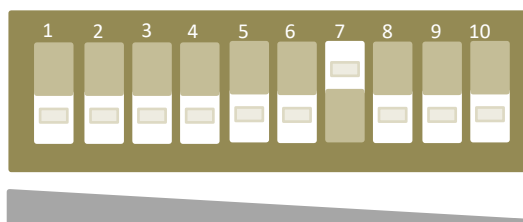

Рисунок 7.15
- при отсутствии тревожного извещения увеличить чувствительность, установив флажок 7 переключателя регулировки чувствительности (поз.1, рисунок 7.1) в положение «Вкл.» (верхнее положение), все остальные флажки в положение «Выкл.» (нижнее положение) (рисунок 7.15) и повторить попытки несанкционированного проникновения через заграждение по выше указанной методике.